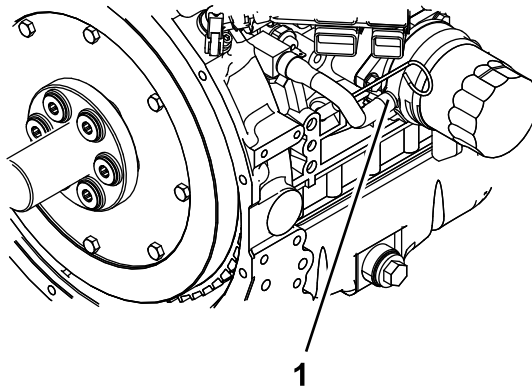

**Figura 58**
6. Retire la manguera de refrigerante del enfriador de aceite y vacíe el refrigerante del bloque motor (Figura 58).